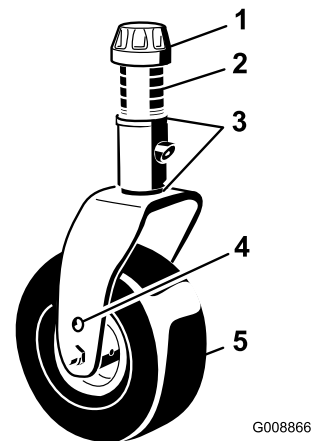

Bild 24
Distanzstücke auf die Welle. Bringen Sie die Spannkappe an, um das Teil zu befestigen (Bild 24).
3. Nehmen Sie die Spannkappe von der Laufradwelle ab (Bild 24). und schieben Sie die Welle aus dem Laufradarm. Legen Sie zwei Beilagscheiben (3 mm) so auf die Laufradwelle, wie sie ursprünglich montiert waren. Schieben Sie die entsprechende Anzahl der 13 mm Distanzstücke auf die Welle, um die gewünschte Schnitthöhe zu erhalten.